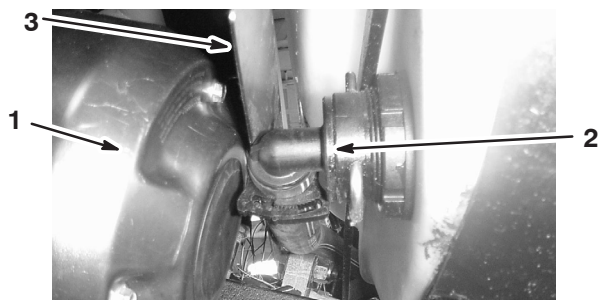

Bild 51
3. Schließen Sie den Schlauch vorne unten am Behälter ab (Bild 51).
Hinweis: Sie müssen das Wärmeschutzblech u.U. nach hinten drücken (Bild 51), wenn Sie die Abdeckung entfernen.
8. Schließen Sie den Schlauch vorne am Behälter an (Bild 51).